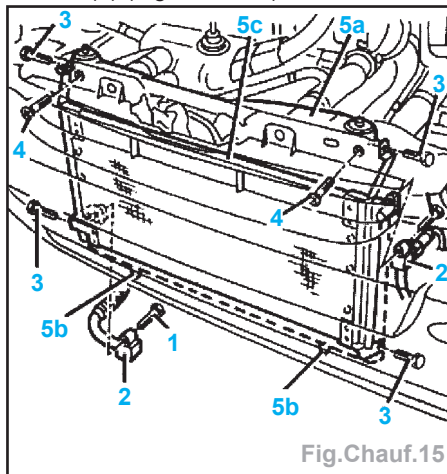

Fig.Chauf.15
- Déposer les vis (1) et détacher les raccords (2) (Fig.Chauf.15).